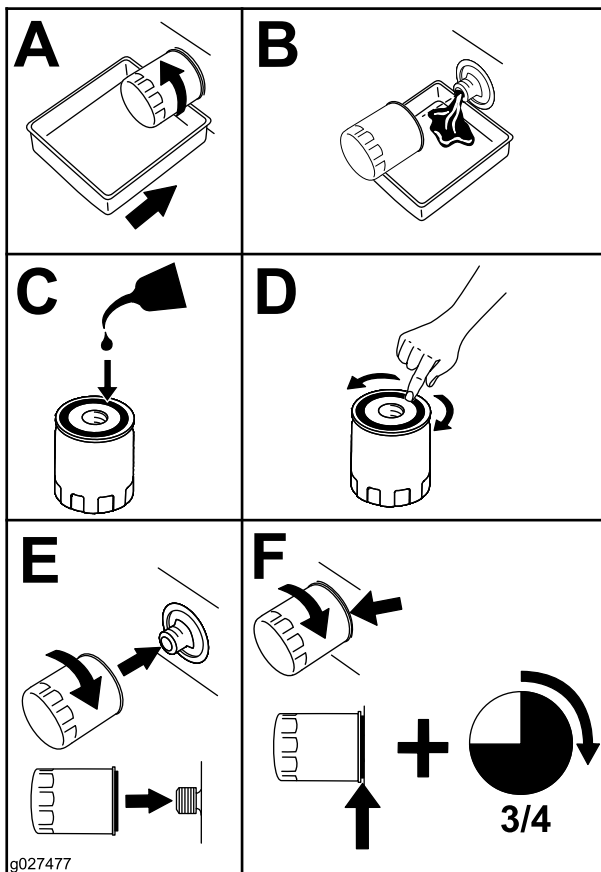

Figura 41
5. Cambiate il filtro dell'olio del motore (Figura 41).